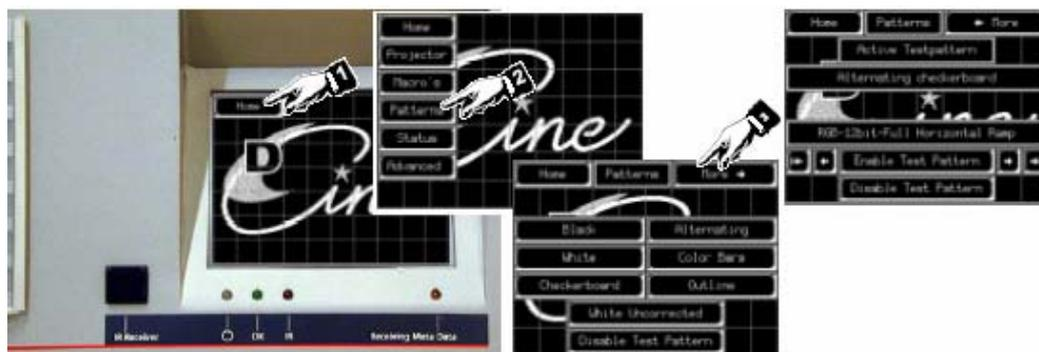

图9-1 测试图形的选择
1. 在触摸屏面板上，从主屏幕开始，连续按触摸按钮 *Home*(1), *Patterns*(2) 和 *More*(3)。(图 9-1)